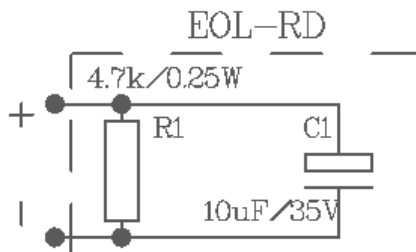

figure 3
- L'EOL doit être de type EOL-RD. (Fig.3). À la résistance 4,7k / 0,25W, ajoutez un condensateur électrolytique parallèle 10uF/35V. Veillez à respecter la polarité lors de la connexion du "+" et du "-" du condensateur électrolytique. L'EOL-RD à éléments finis peut être commandé auprès de DMteh Ltd.